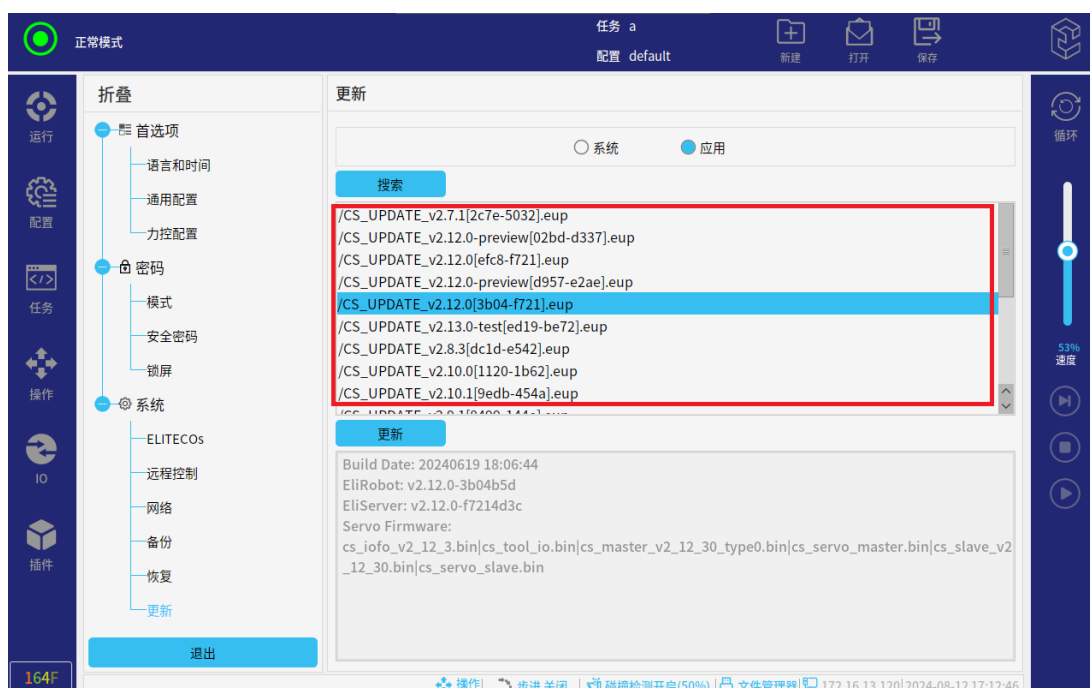
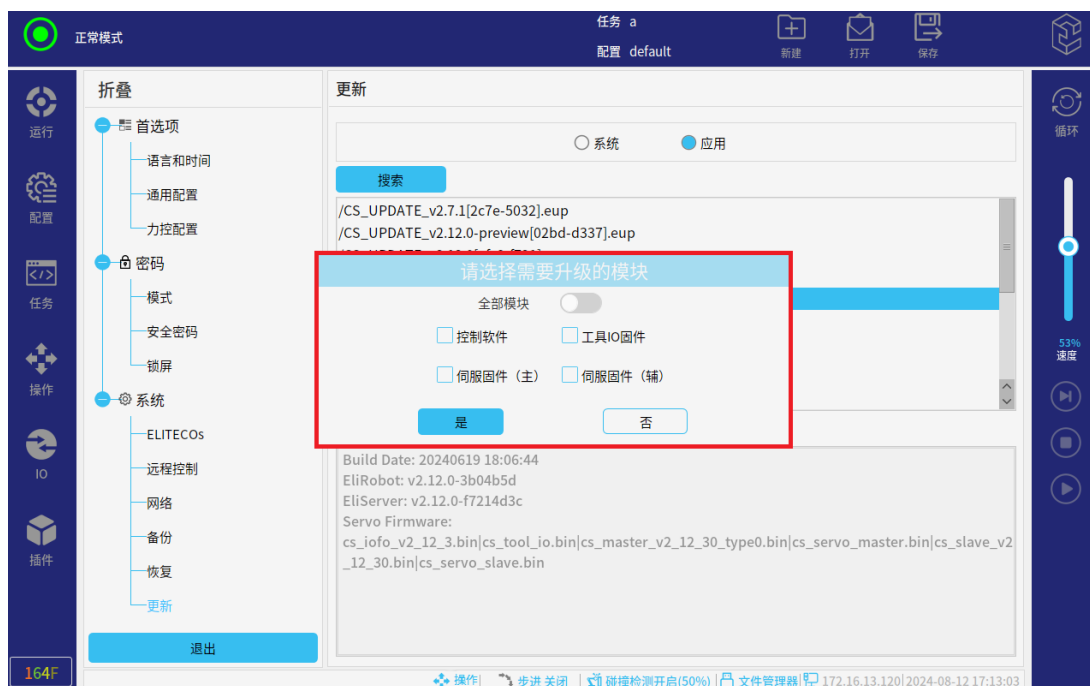
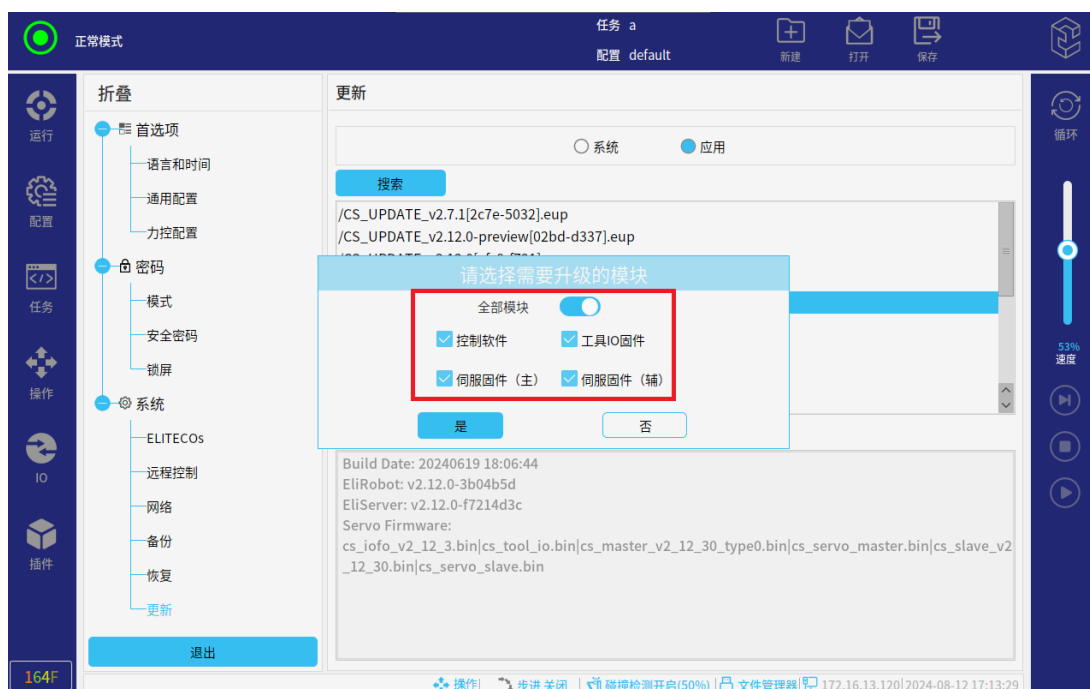
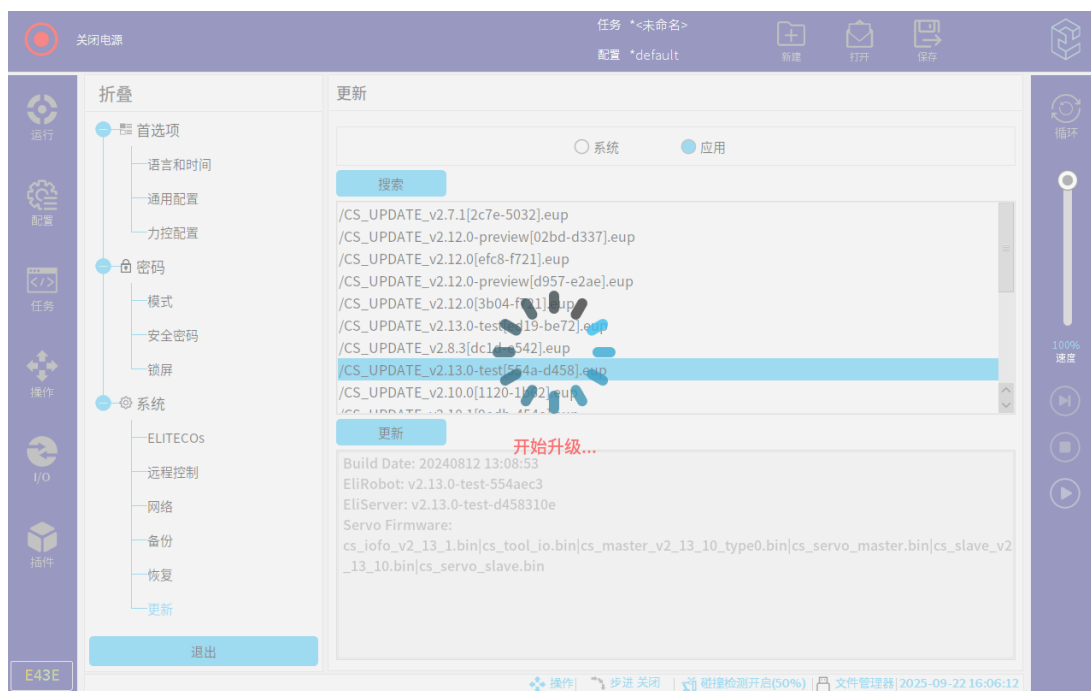

图 3-28: 应用更新
图 3-29: 选择模块
图 3-30: 选择全部模块
图 3-31: 应用更新中
- 应用更新：点击“搜索”，搜索后缀名为.eup 的一站式升级包，如**图 3-28**所示；点击“更新”，可对升级的模块按需进行选择，也可一键选择全部模块，如**图 3-29**和**图 3-30**所示，然后点击“确定”，进行更新，如**图 3-31**所示。